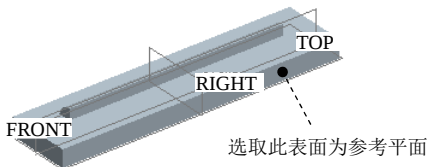

图 11.10.23 拉伸特征 2
Step3. 创建图 11.10.23 所示的拉伸特征 2。在操控板中单击  按钮；选取 **RIGHT** 基准平面为草绘平面，图 11.10.23 所示的模型表面为参考平面，方向为 **右**；单击 **草绘** 按钮，绘制图 11.10.24 所示的截面草图，在操控板中定义拉伸类型为 ，输入深度值 105。